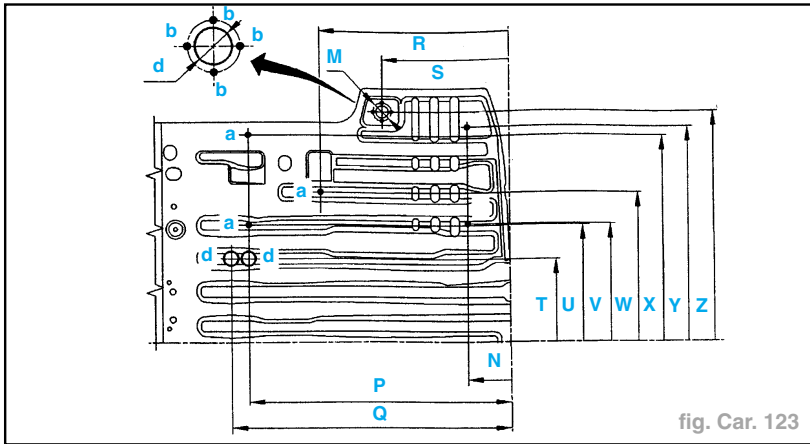

fig. Car. 123
- Version "break" (fig. Car. 123)